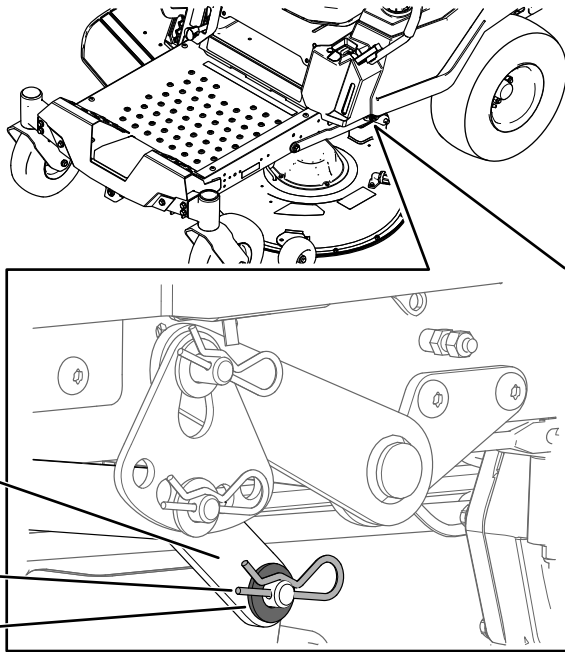

Figura 74
6. En un lado de la máquina, retire la arandela y la chaveta del pasador de la carcasa (Figura 74).
7. Retire el brazo de elevación del pasador de la carcasa (Figura 74).
5. En un lado de la máquina, levante la parte trasera de la carcasa de corte e instale el brazo de elevación en el pasador de la carcasa (Figura 74).
6. Instale el brazo de elevación usando la arandela y la chaveta (Figura 74).